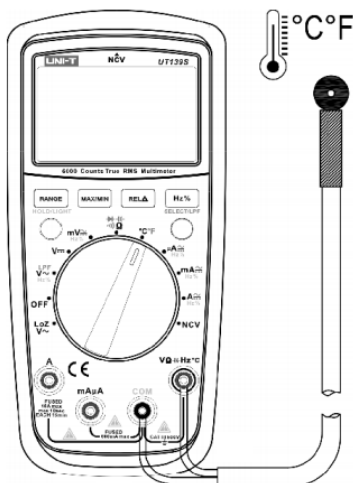

Рисунок 8
9.7. Измерение температуры (см. рисунок 8)